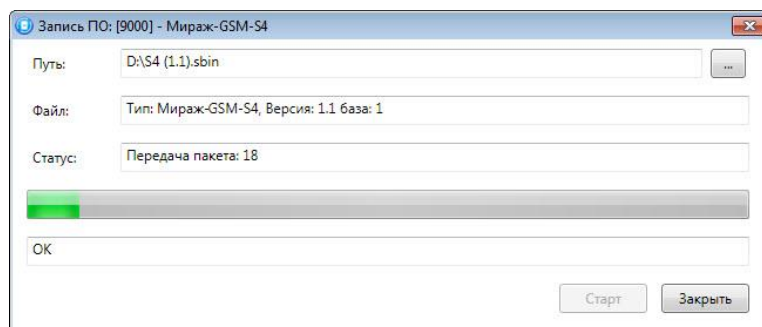

Рисунок 14.1 — Окно *Запись ПО*
2. В открывшемся окне *Запись ПО* (см. рисунок 14.1) укажите путь к файлу новой версии встроенного ПО контроллера на вашем ПК (файл имеет расширение **.sbin**) и нажмите кнопку *Старт*.